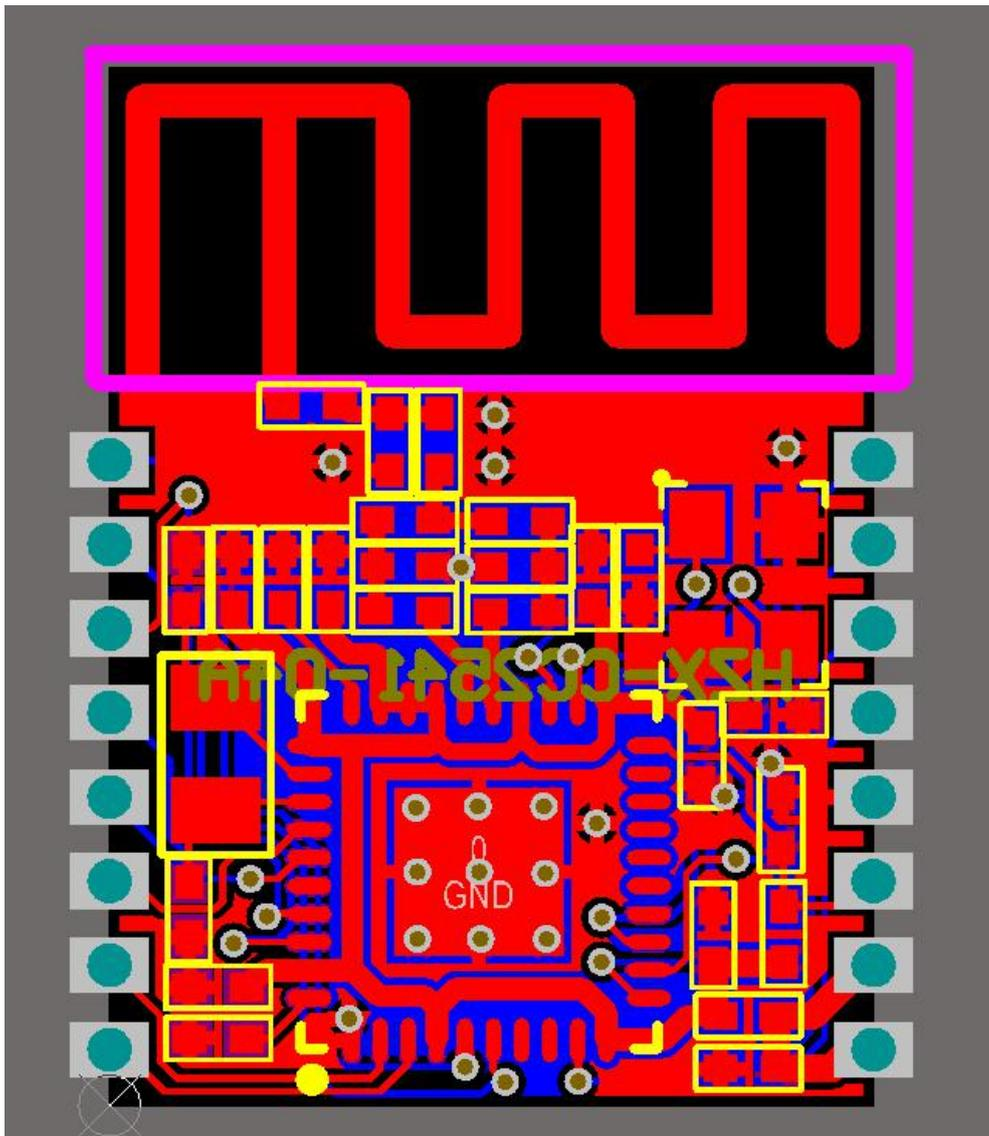

图 3
- (1)将天线放置在 PCB 板的边缘或角落上。
- (2)确保天线下面的每一层都没有信号线或者铜箔。
- (3)最好将图 3 中天线位置紫色方框处挖空，以保证其 S11 受影响很小。